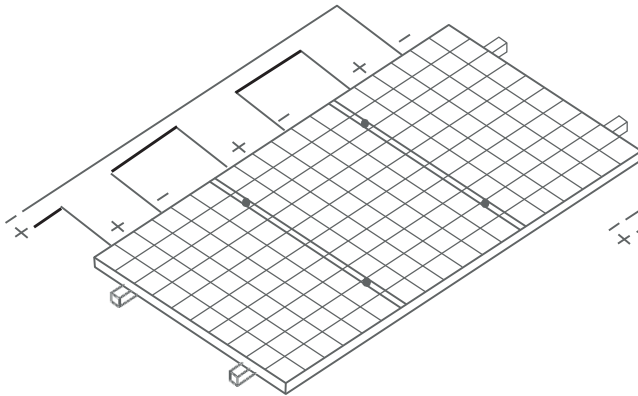

Figura 4. Conexión en serie
- No está permitido utilizar los Módulos en diferentes modelos en un mismo sistema solar fotovoltaico. Cuando los módulos están conectados en serie, el voltaje de cada cadena no debe ser mayor que el voltaje máximo del sistema (como se muestra en la Figura 4). Para asegurarse de que este sea el caso, el voltaje de circuito abierto de la cadena del arreglo debe calcularse a la temperatura ambiente más baja esperada para la ubicación. Ecuación de referencia del número máximo de módulos en conexión serie: